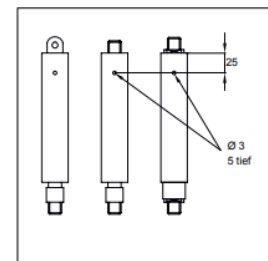

Bild 4 - Zugfeder
- 4) Zugfedern: Bohrung gemäß Bild 4 ca. 25 mm vom Zylinderboden anbringen. Durch mehrmaliges Auf- und Abbewegen der Kolbenstange wird das Öl aus der Gasfeder gepumpt. Wenn sich die Kolbenstange trotz Bohrung nicht bewegen lässt, dann nochmals eine Bohrung ca. 30 mm von Führungsseite (entgegengesetzte Seite) anbringen.